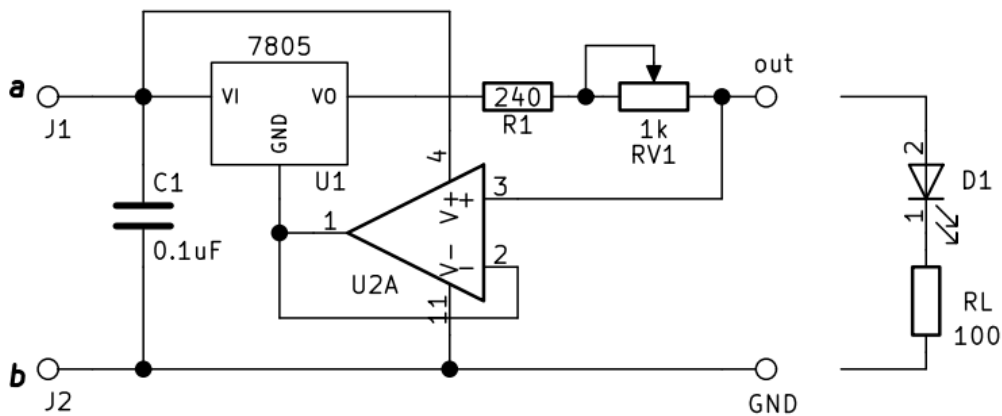

Figura 3: Fuente de corriente variable
1. Se realiza el montaje del circuito de la figura 3